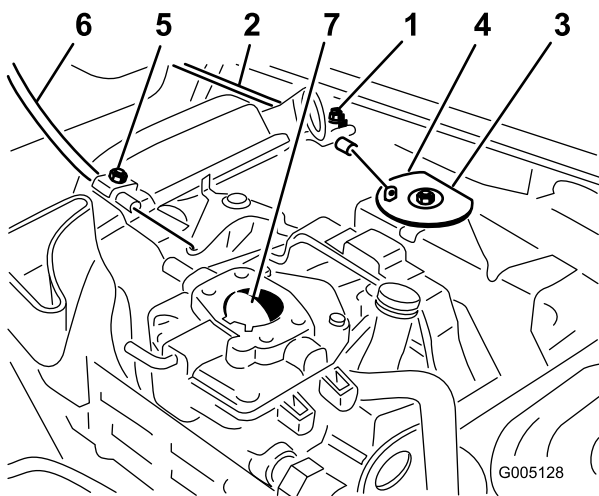

Bild 50
1. Lockern Sie die Klemmschraube des Bowdenzugs, mit der dieser am Motor befestigt ist (Bild 50).
3. Ziehen Sie fest am Bowdenzug, bis die Rückseite der Schwenkplatte den Anschlag berührt (Bild 50).
3. Ziehen Sie fest am Chokezug, bis die Choke-Drosselklappe ganz geschlossen ist; ziehen Sie dann die Klemmschraube des Chokezugs fest (Bild 50).